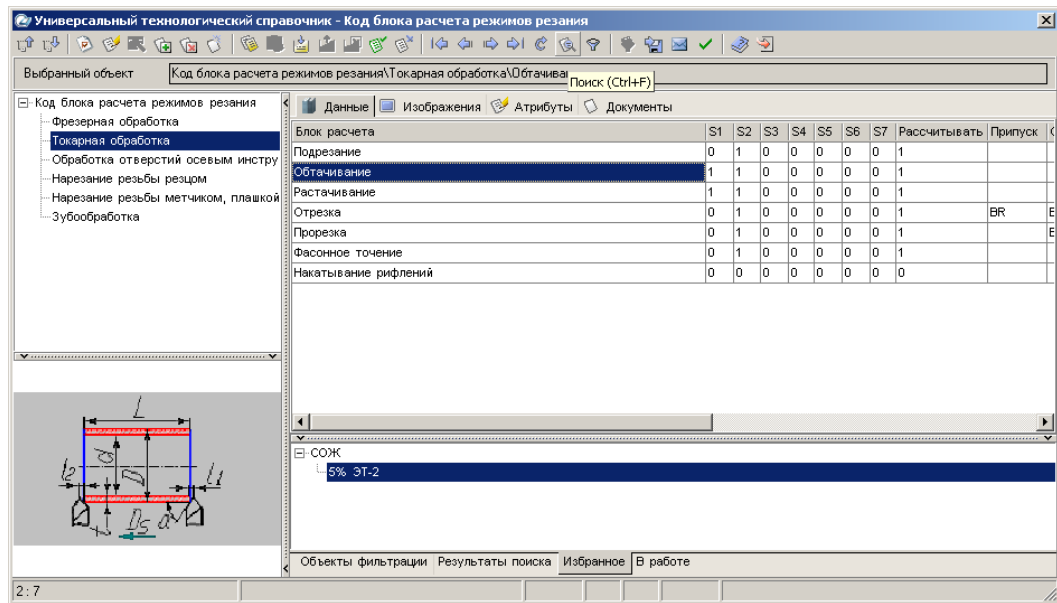

Рис.1
1. Выберите из предложенного списка последовательно *Токарная обработка – Обтачивание* и нажмите кнопку **Применить** (рис. 1).